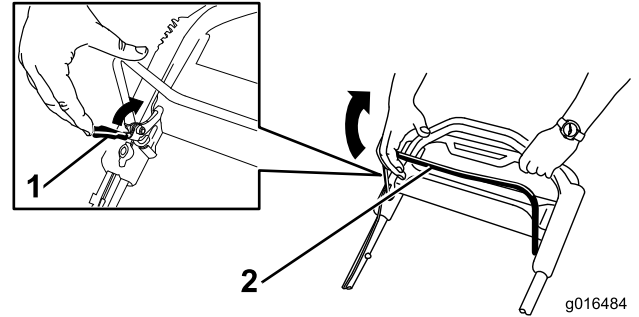

Figura 20
1. Tire hacia atrás del seguro de la barra de control de las cuchillas hasta que llegue a la barra de control de las cuchillas (Figura 20).
2. Tire hacia atrás lentamente **Figura 20** de la barra de control de la cuchilla hasta que llegue al manillar ( ).